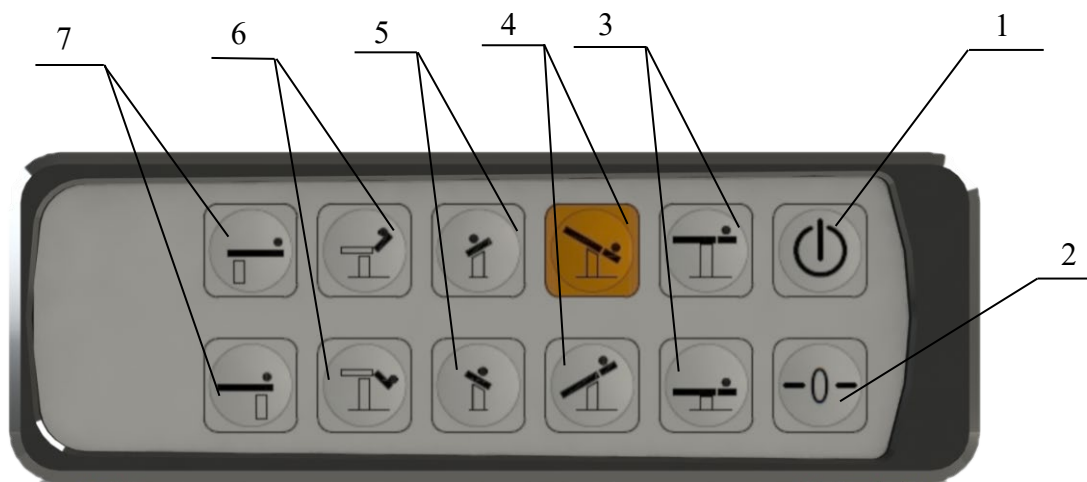

Рисунок 5. Стационарный пульт управления и назначение его кнопок.
10.2.1 Управление столом от стационарного пульта управления (Рисунок 5) аналогично управлению от дистанционного пульта (см. п. 10.1). Стационарный пульт включается кнопкой 1 в случае выхода из строя пульта дистанционного управления.